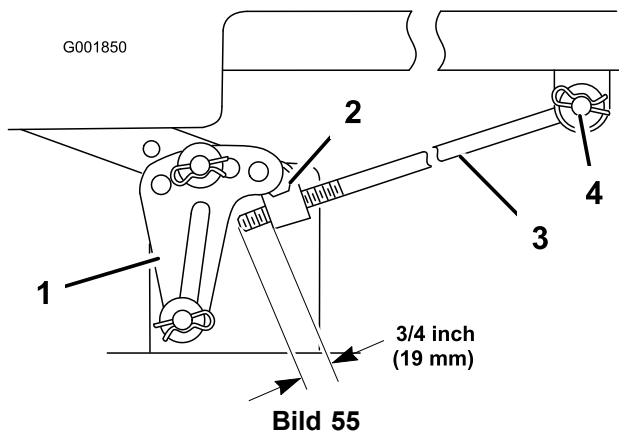

Bild 55
5. Messen Sie die Länge der Stange, die aus dem Einstellblock an den Seiten des Rahmens heraussteht (Bild 55).
6. Entfernen Sie, wenn die Länge der Stange **nicht** 19 mm beträgt, den Splint und die Scheibe vom Ende der Stange (Bild 55) und drehen Sie die Stange, bis die Länge von 19 mm erreicht ist.